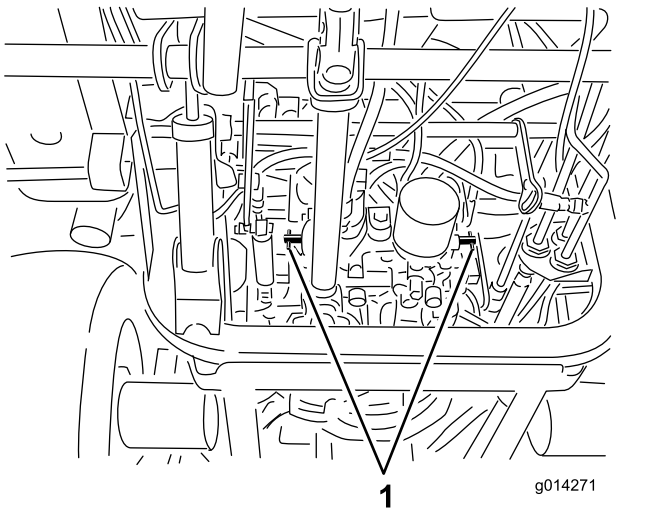

Figura 26
3. Gire las válvulas de desvío una vuelta en el sentido contrario a las agujas del reloj (Figura 26).
1. Gire cada válvula de desvío una vuelta en el sentido de las agujas del reloj y apriételas a mano (Figura 26).
2. Apriete las válvulas a 8 N·m (71 pulgadas-libra) aproximadamente, según se muestra en Figura 26.